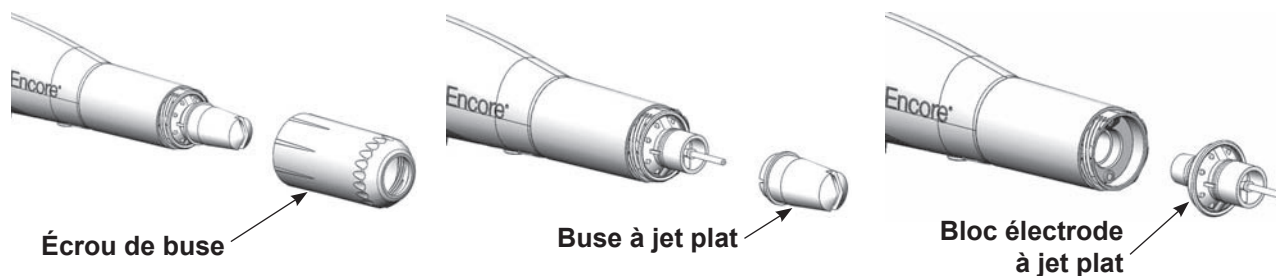

Figure 4-7 Remplacement d'une buse à jet plat
2. Voir la Figure 4-7. Dévisser l'écrou de la buse en le tournant en sens inverse des aiguilles d'une montre.